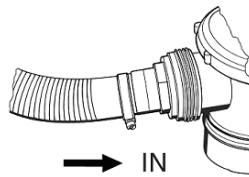

Fig. 2
2. *Aspiración*: entrada del producto (Fig. 2, IN).